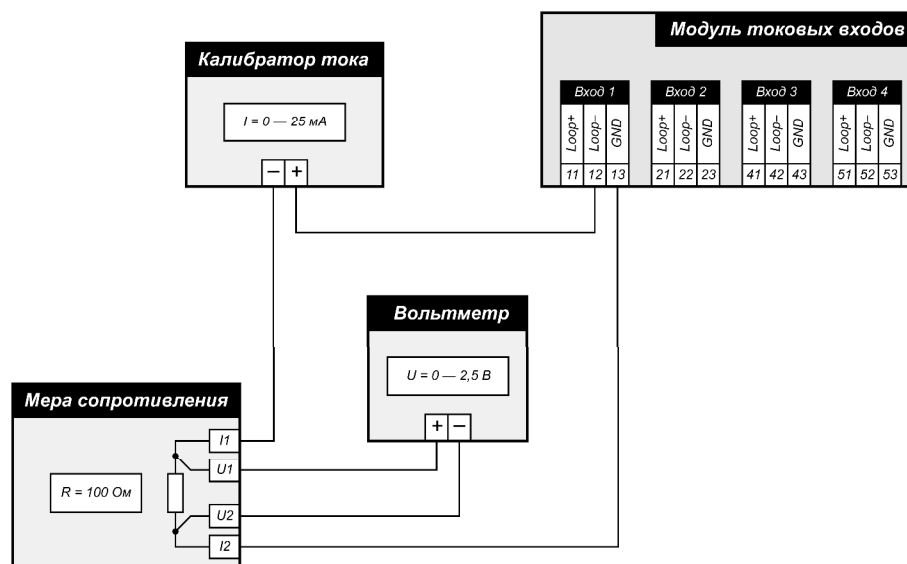

Рисунок 1 Схема проверки токовых входов
6.3.1 При проверке токовых входов используется схема соединения оборудования показанная на рис. 1.